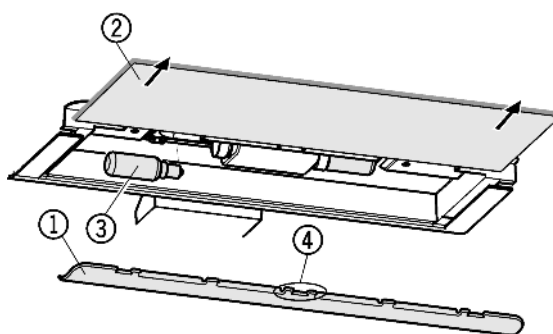

Fig. 17
- ▶ Снятие накладки Fig. 17 (1): сзади возьмитесь пальцем за накладку и снимите её с фиксатора.
- ▶ Извлеките стеклянную полку Fig. 17 (2).
- ▶ Лампу накаливания Fig. 17 (3) заменить.
- Установка накладки на место: защелкните справа и слева, следя за тем, чтобы средний крюк *Fig. 17 (4)* захватил стеклянную полку.